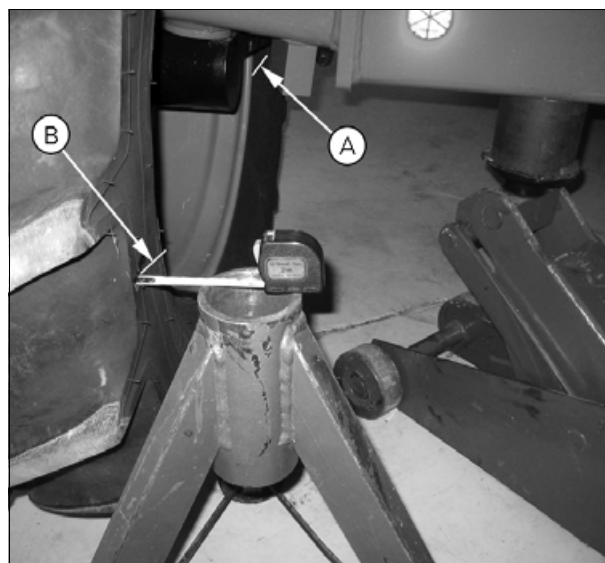

Рис. 11.
**ПРИМЕЧАНИЕ:** Перед выполнением измерений убедитесь, что колеса сбалансированы. Приподнимите каждое колесо над землей и измерьте биение вдоль всей окружности. Отметьте две точки (A) и (B), расположенные через 180° друг от друга, где отсутствует биение (рис. 11). Опустите колесо так, чтобы метки были расположены горизонтально.